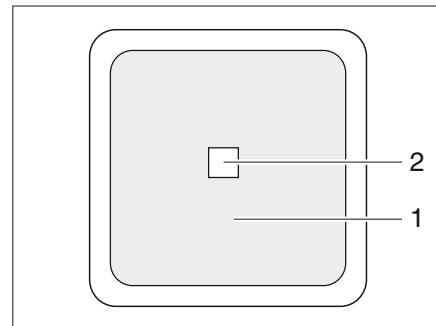

Bild 251 Extern brytare
- II "Remo." = Apparaten kan slås av och på med den externa brytaren (Bild 251,1).
Den externa brytaren för växelriktaren (Bild 251) befinner sig i fordonets inre eller i garaget. Brytaren är märkt med ordet "Växelriktare". LED (Bild 251,2) visar växelriktarens driftstillstånd.